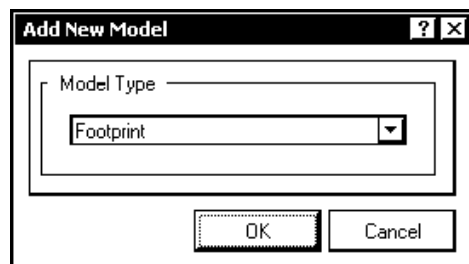
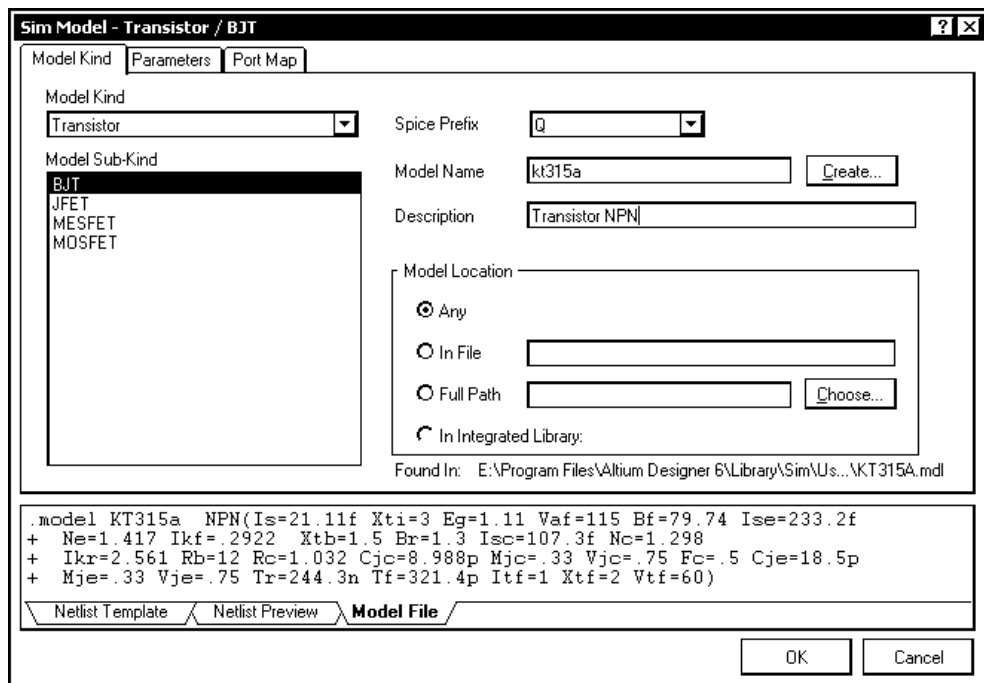
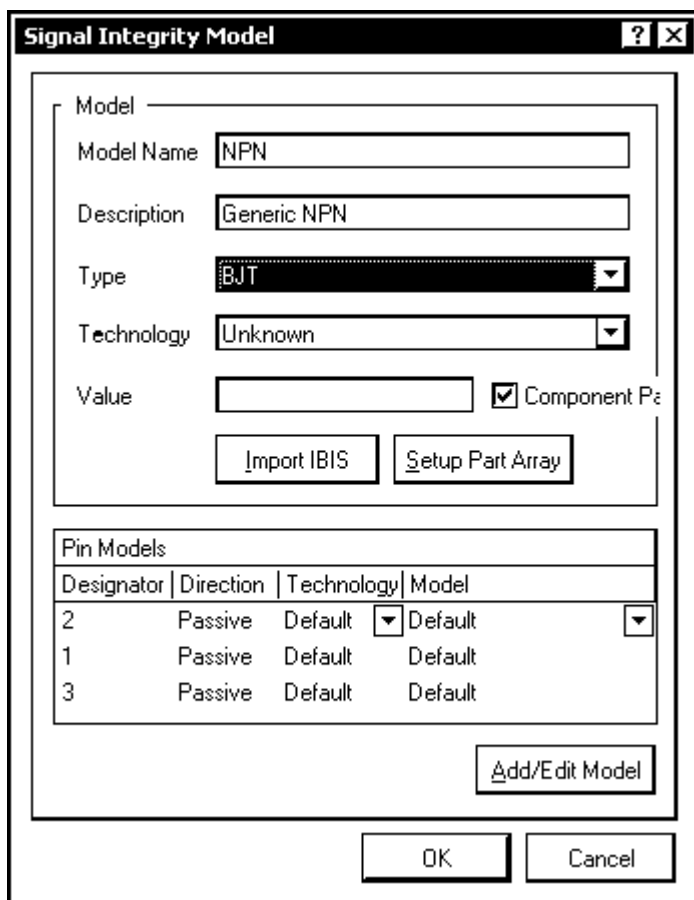

Рис. 2.13. Инициализация присоединения модели к схемному компоненту
Рис. 2.16. Диалоговое окно присоединения SPICE-модели
Рис. 2.17. Диалоговое окно присоединения IBIS-модели
- Щелчком мыши на кнопке **Add** (Добавить) в поле моделей плавающей панели **SCH Library** (см. рис. 2.6, а) активизировать процедуру присоединения модели. Открывается диалоговое окно **Add New Model**, в котором следует указать тип модели — **Footprint** (рис. 2.13).
- Завершить процедуру подключения ТПМ кнопкой **OK** в окне рис. 2.13. В поле моделей плавающей панели **SCH Library** отображаются сведения о подключенной модели ТПМ — его имя, тип и описание.
2. Кнопкой **Add** в поле моделей плавающей панели **SCH Library** запустить процедуру поиска и присоединения SPICE-модели к компоненту схемной библиотеки. В диалоговом окне **Add New Model** (см. рис. 2.13) указать категорию модели **Simulation** (Моделирование). Откроется диалоговое окно поиска модели **Sim Model** (рис. 2.16).
1. Активизировать в поле моделей плавающего окна **SCH Library** и указать в диалоговом окне (см. рис. 2.13) вид модели — **Signal Integrity**. Открывается диалоговое окно **Signal Integrity Model** (рис. 2.17).